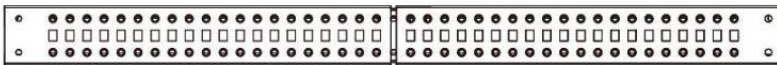

Figure 2
3. Schieben Sie die linken Eckklammern und die rechten Ecke Klammern,nach innen entlang der Mittelabschnitte und richten Sie die Mittelabschnitte mit dem Loch aus in der linken Ecke Klammern und in der rechten Ecke Ecke Klammern. (Abbildung 2)